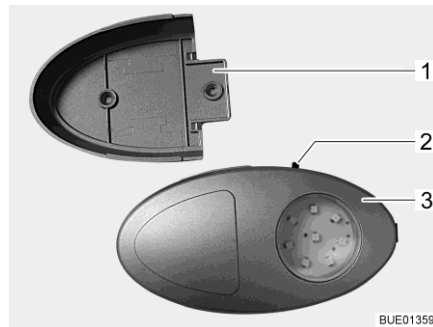

Fig. 82 Lámpara del armario ropero / linterna
- ▷ La lámpara del armario ropero puede ser extraída del soporte atornillado (Fig. 82,1) y ser usada como linterna.
El interruptor (Fig. 82,2) está instalado directamente en la lámpara del armario ropero (Fig. 82,3).